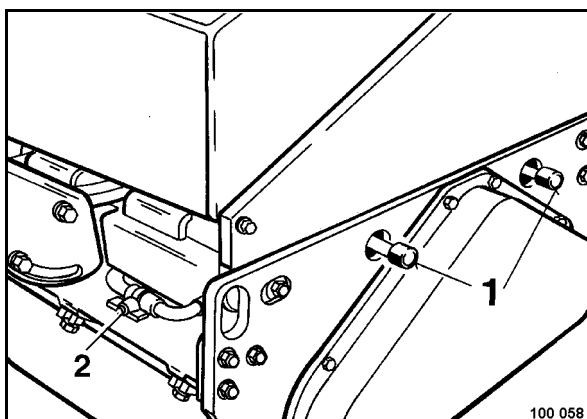

рис. 77
- Открыть запорный кран 2 (рис. 77).
- Снять приточные шланги с форсунок (1).
Закрывать запорный кран 2 (рис. 77) только тогда, когда из обеих форсунок начнет выходить устойчивая к морозу смесь.